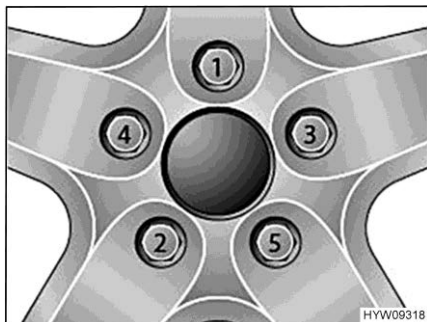

Fig. 228 Serraggio a croce di dadi delle ruote e bulloni delle ruote
- Serrare i dadi delle ruote o i bulloni delle ruote nell'ordine riportato in Fig. 228. A tale scopo, utilizzare una chiave dinamometrica e rispettare la coppia di serraggio indicata (vedi paragrafo 13.5.2).
- Controllare regolarmente il serraggio dei dadi o dei bulloni. Regolare il serraggio dei dadi delle ruote o dei bulloni delle ruote di una ruota sostituita dopo circa 50 km. A tale scopo, procedere seguendo l'ordine indicato in Fig. 228.
- Se si utilizzano cerchioni nuovi o riverniciati, regolare il serraggio dei bulloni o dei dadi dopo altri 1000 - 5000 km. A tale scopo, procedere seguendo l'ordine indicato in Fig. 228.
- ▷ Serrare a croce i dadi o i bulloni delle ruote (Fig. 228).